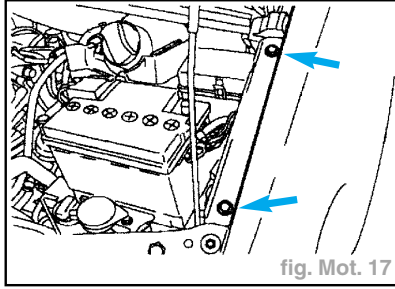

fig. Mot. 17
- Déposer deux vis d'aile de chaque côté (fig. Mot. 17).